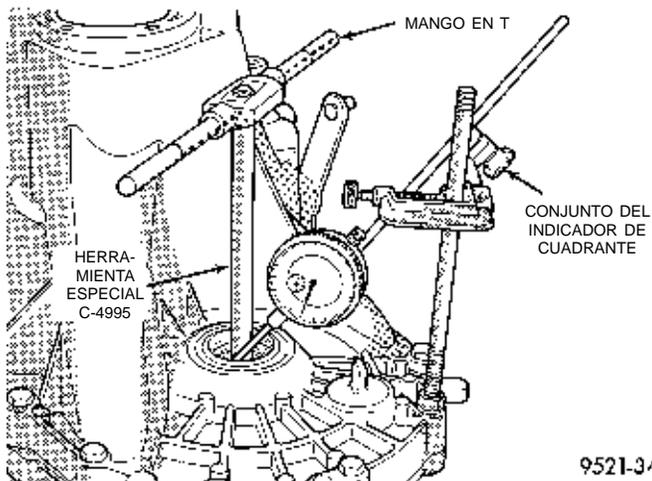

Fig. 76 Verificación del juego longitudinal de cojinetes del diferencial para determinar el espesor de los espaciadores
(1) Retire la cubeta de cojinete y el espaciador existente de la caja de la cubierta del convertor del embrague.
(2) Aloje la nueva cubeta de cojinete en la caja de la cubierta del convertor (o utilice una cubeta que se haya esmerilado en el borde externo para facilitar la medición).
(3) Aloje la nueva cubeta de cojinete en el costado de la caja de engranajes.
(4) Lubrique los cojinetes del diferencial con líquido para transejes manuales Mopar® tipo M.S. 9417. Instale el conjunto del diferencial en la caja de engranajes del transeje. Monte la cubierta de convertor del embrague sobre la caja de engranajes. Instale y apriete los pernos de la caja con una torsión de 29 N·m (21 lbs. pie).
(5) Emplace el transeje con la cubierta del convertor boca abajo en el banco de trabajo mediante gatos de carpintero. Emplace el indicador de cuadrante.
(6) Aplique una carga mediana al diferencial mediante la herramienta C-4995 y un mango en T, en sentido descendente. Haga rodar el conjunto del diferencial hacia adelante y atrás varias veces. De esta forma se asentarán los cojinetes. Ponga a cero el indicador de cuadrante. Para obtener lecturas de juego longitudinal, aplique una carga mediana en sentido ascendente mientras hace rodar el conjunto del diferencial hacia adelante y atrás (Fig. 76). Registre el juego longitudinal.
(7) El espaciador requerido para la carga correcta del cojinete es **el total del juego longitudinal más un ajuste previo (constante) de 0,18 mm (0,007 pulg.)**. Nunca combine espaciadores para obtener el ajuste previo necesario.
(8) Retire los pernos de la caja. Desmonte la cubeta de cojinete del diferencial de la cubierta del convertor del embrague. Instale los espaciadores seleccionados en el Paso 7. Aloje luego la cubeta de cojinete en la cubierta del convertor del embrague.